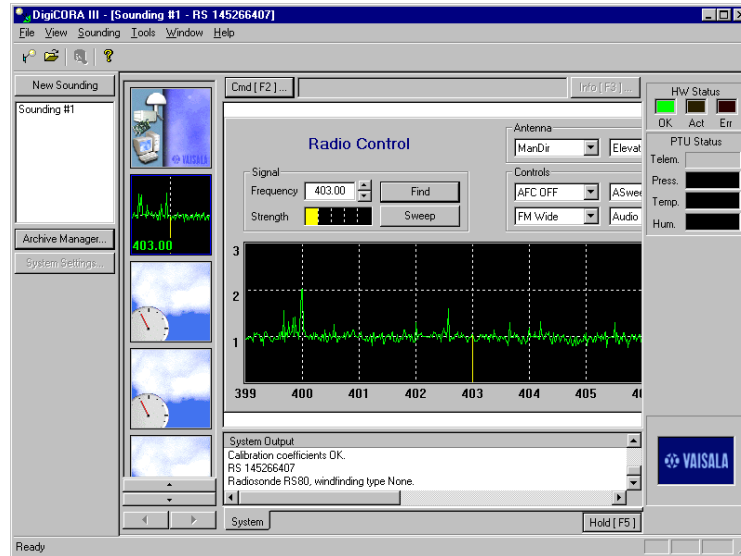

图 5
28. RS92 无线电高空探测仪按您所选定的频率发射。点击频谱窗口，检查频率，然后点击“寻找”，让 DigiCORA 接收信号 (图 5)。